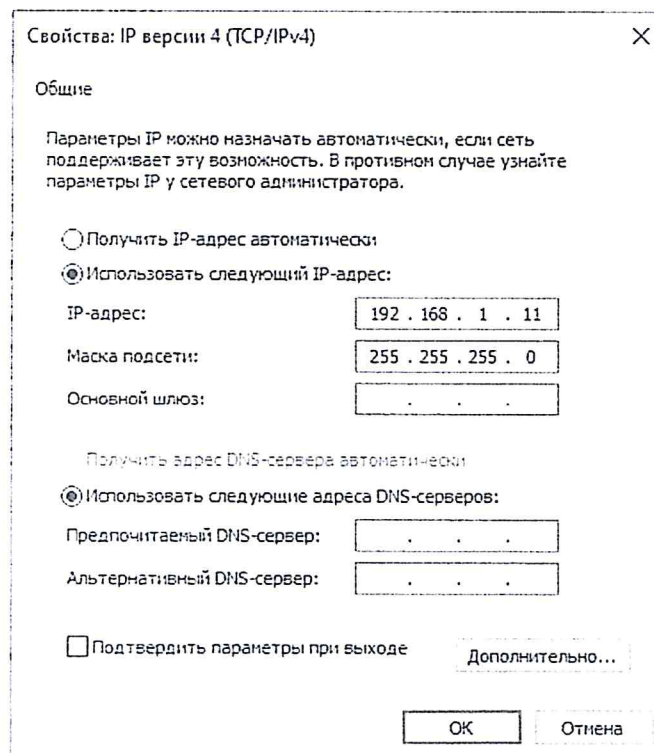

Рисунок 9 – Окно «Свойства: Протокол Интернета версии 4 (TCP/IPv4)»
– в открывшемся окне «Свойства: IP версии 4 (TCP/IPv4)» (рисунок 9) установить параметры сети, соответствующие установленным параметрам в памяти СВАЗ-01 и ГШ при их настройке. Сетевые параметры СВАЗ-01 и ГШ по умолчанию: